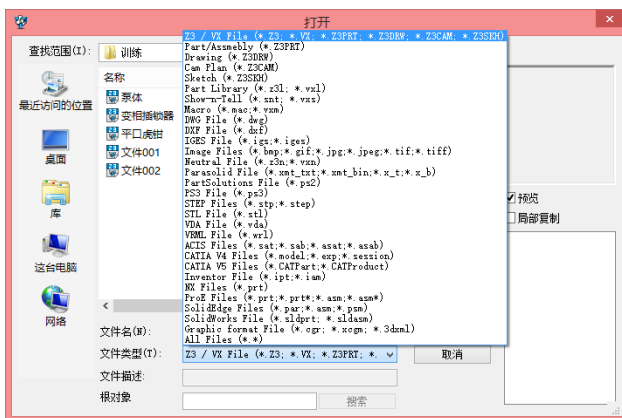

图 1.1.16
2. 成功安装中望 3D 后，自动安装了内嵌的文件转换器，使中望 3D 可以直接打开其他常见的三维软件保存的文件，而不需要对零件进行第三方格式转换。支持类型包括 CATIA、Inventor、ProE、SolidWorks、SolidEdge、NX 等常见的三维软件格式。另外，中望 3D 还可以直接打开常用的第三方软件格式文件，如 IGES、STEP、Parasolid、DWG/DXF、STL 等。中望 3D 支持的兼容文件格式如图 1.1.16 所示。